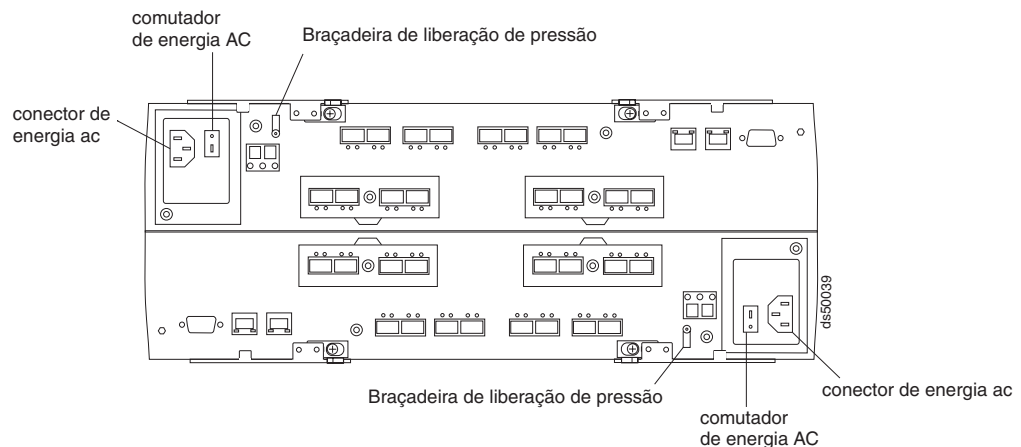

Figura 101. Interruptor de alimentação AC e conector de alimentação AC
2. Caso ainda não tenha feito isso, desligue todos os botões liga/desliga em cada subsistema de armazenamento e cada gabinete de expansão de armazenamento no gabinete. A Figura 101 mostra os locais dos botões liga/desliga e conectores no subsistema de armazenamento.